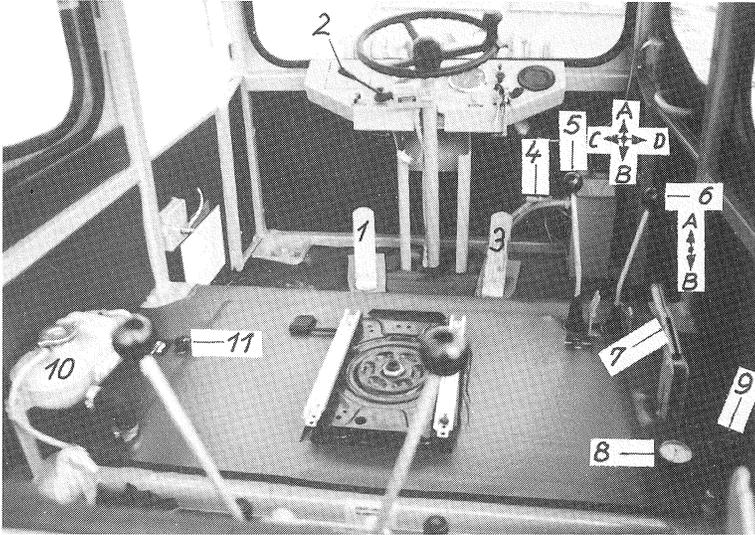

Bild 15
- Handhebel (Bild 15/5) in Richtung A - Schaufelarm senken
- Handhebel (Bild 15/5) in Richtung B - Schaufelarm heben
- Handhebel (Bild 15/5) in Richtung C - Schaufel ankippen
- Handhebel (Bild 15/5) in Richtung D - Schaufel auskippen
- Handhebel (Bild 15/6) in Richtung A - Schaufel öffnen
- Handhebel (Bild 15/6) in Richtung B - Schaufel schließen
- Handhebel (Bild 15/5) in Richtung C - Zinken kippen
- Handhebel (Bild 15/5) in Richtung D - Zinken ankippen
- Handhebel (Bild 15/5) in Richtung C - Hubgerüst kippen
- Handhebel (Bild 15/5) in Richtung D - Hubgerüst ankippen
- Handhebel (Bild 15/6) in Richtung A - Zinken senken
- Handhebel (Bild 15/6) in Richtung B - Zinken heben
Wird der Lader bei Arbeiten mit einem Anbaugerät nicht ständig verwendet, so ist während des Arbeitens die Feststellbremse (Bild 15/7) anzuziehen.